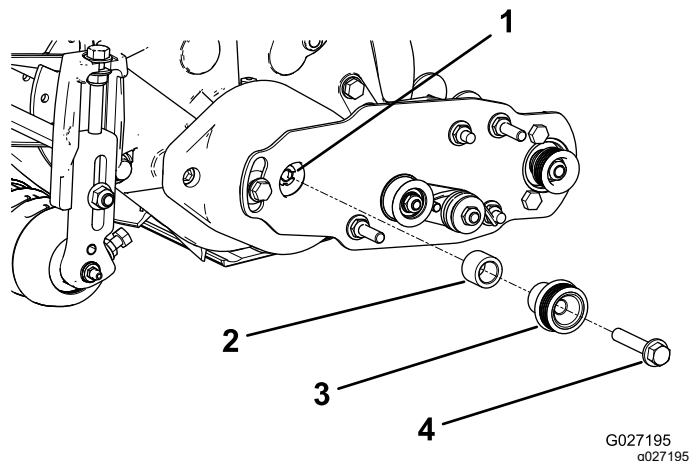

図 15
1. ベアリングハウジングのシャフトにスペーサを挿入する 図 15。
2. スペーサに駆動プーリを挿入し、駆動シャフトにはめる 図 15。
3. フランジヘッドボルト 3/8 x 2 インチを使ってプーリとスペーサを駆動シャフトに固定する 図 15 を参照。